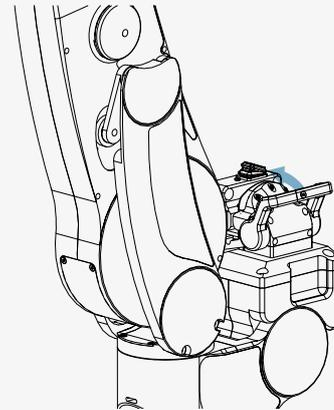

Figure 4 : Tournez la poignée rouge vers le haut
ÉTAPE 6 : Tournez la poignée rouge vers le haut dans le sens de la flèche (voir Figure 4)